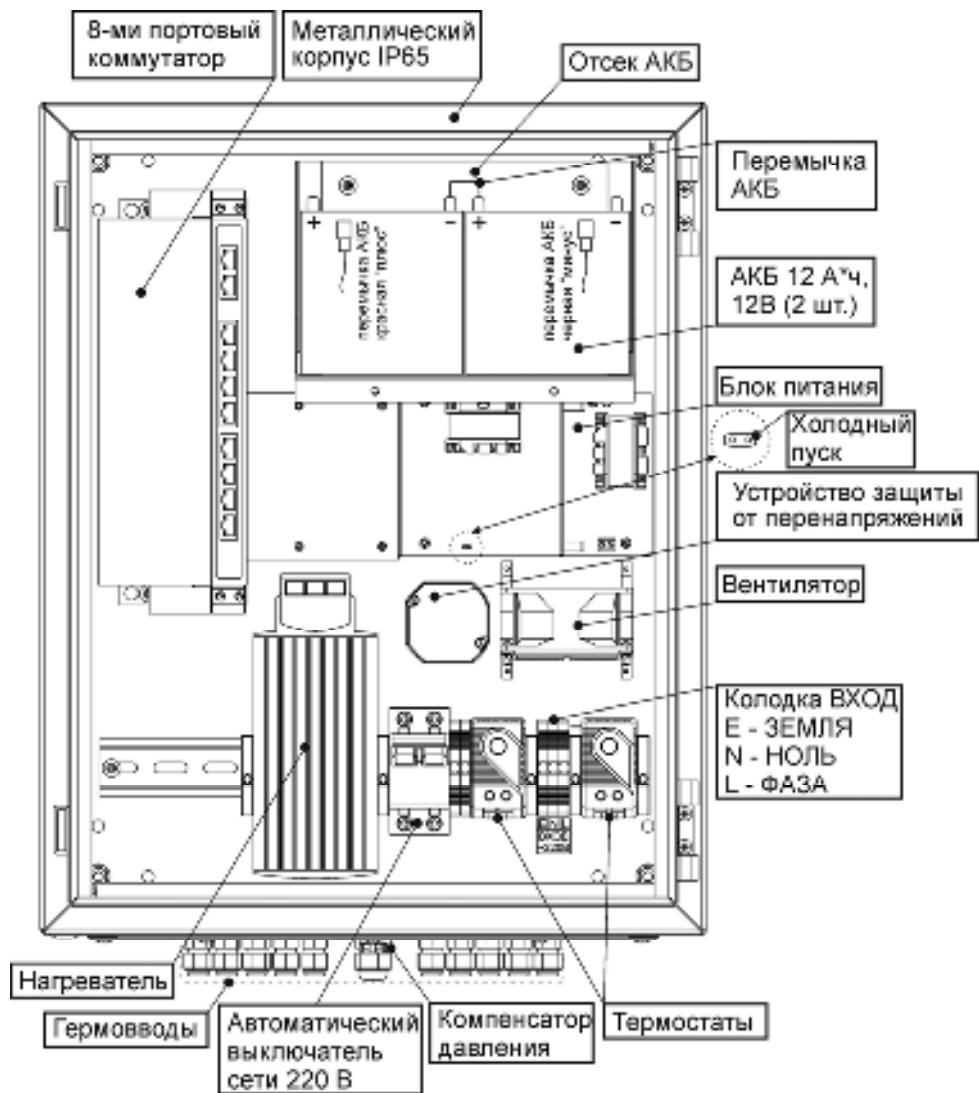

Рисунок 3 - вид изделия с открытой дверцей
- клеммной колодке ВХОД ~ 220В расположенной на DIN-рейке (см. рисунок 3).
- Провод заземления подключите к клемме Е (ЗЕМЛЯ) на колодке «ВХОД» (см. рисунок 3);
- Подключите, соблюдая фазировку, к клеммам колодки «ВХОД» изделия сетевые провода N (НОЛЬ) и L(ФАЗА) (см. рисунок 3).
- Замкните контакты «Холодный пуск» (см. рисунок 3);